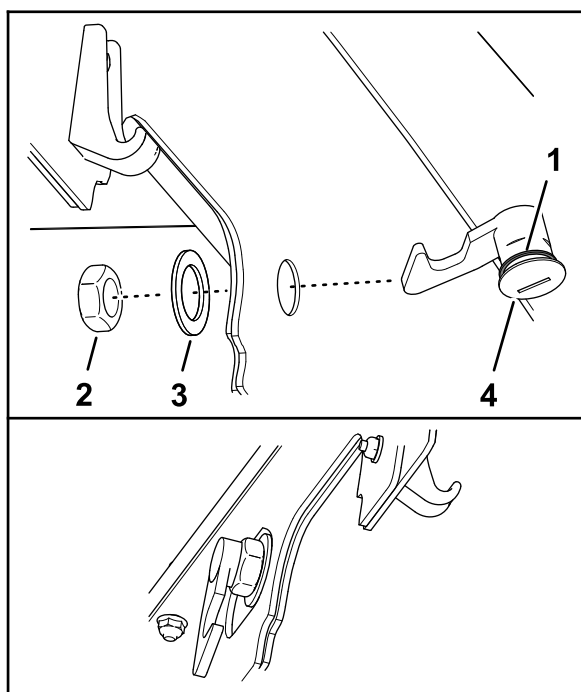

Рисунок 36
3. Подсоедините уплотнение к защелке капота (Рисунок 36).